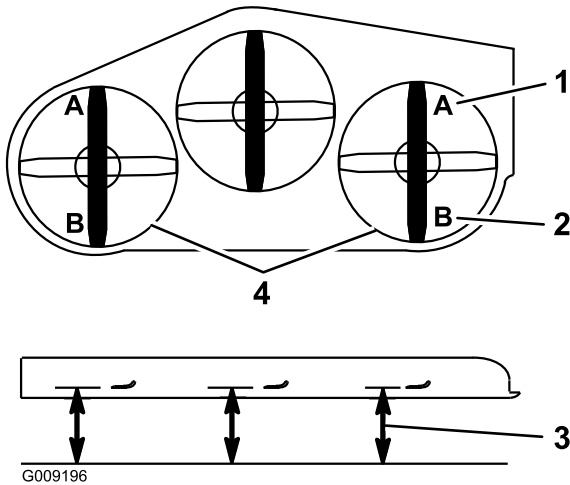

Figura 108
9. En ambos lados de la carcasa, mida desde la superficie nivelada hasta la punta delantera de la cuchilla (Posición A), según se muestra en Figura 108.
15. En ambos lados de la carcasa, mida desde la superficie nivelada hasta la punta trasera de la cuchilla (Posición B), según se muestra en Figura 108.